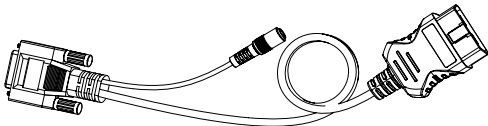

Figure 2.1.4
9. Câble de Diagnostic avec Connecteur DB15 Femelle & Connecteur OBD-II à 16 broches. (Voir la figure 2.1.4)